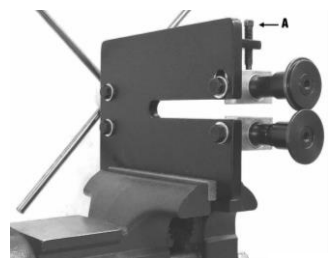

fig. 4
2. Desserrez la vis de tension du rouleau (A) et dévissez-la de plusieurs tours (fig. 4).